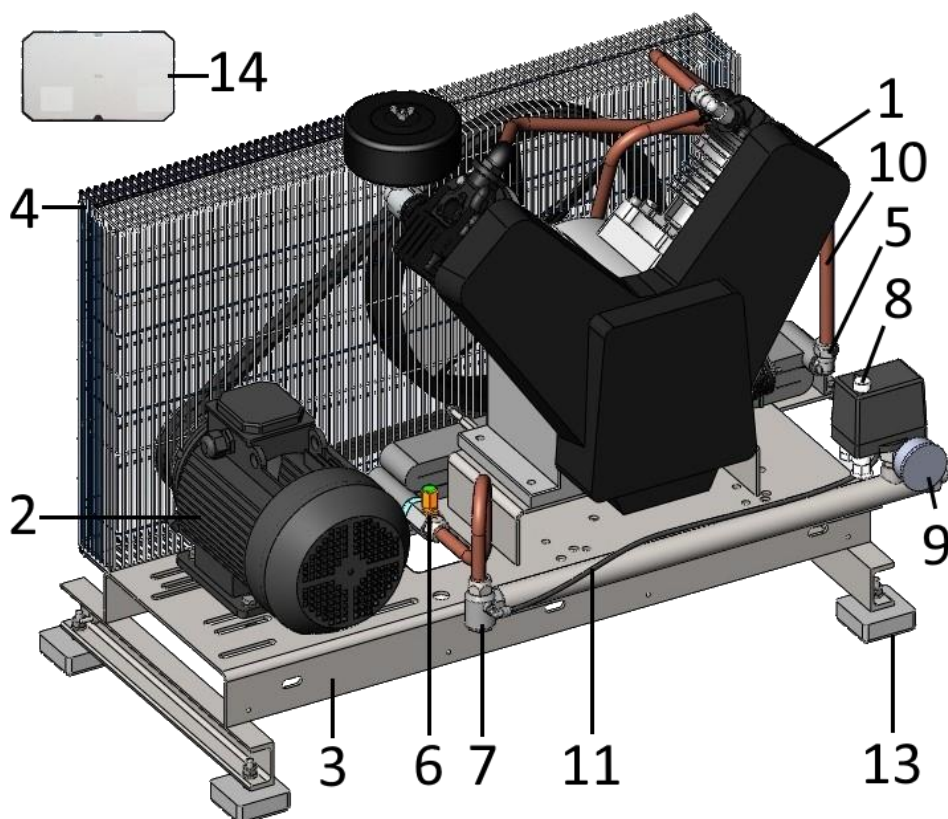

Рисунок 3 Установка компрессорная СБ4-F55, СБ4-F55 S/D, СБ4-F55/14, СБ4-F55/14 S/D
6.3.3 На отводящем трубопроводе необходимо установить трехходовой кран или другое устройство, обеспечивающее сброс давления воздуха из коллектора 12 (см. рисунок 3), при остановке и отключении компрессора от воздушной сети.
Компрессор (рисунок 3) состоит из следующих основных сборочных единиц и деталей: блока компрессорного 1, электродвигателя 2, платформы 3, защитного ограждения 4, охладителя 5, предохранительного клапана 6, обратного клапана 7, прессостата 8, манометра 9, воздухопровода 10, коллектора 11, виброопор 12, шкаф с электроаппаратурой 14 (в компрессорной установке СБ4-F55 S/D).